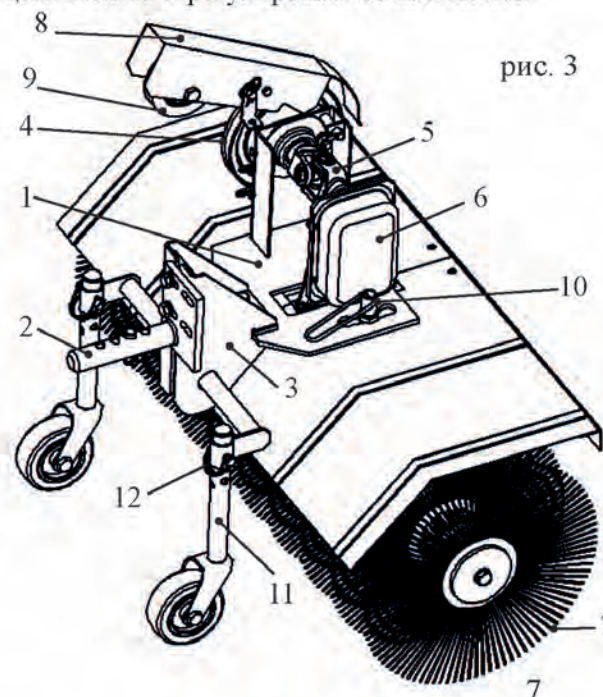

рис. 3
Общая компоновка щетки приведена на рис. 3. Основание (1) служит базой для установки и крепления к нему узлов и деталей щетки. Передача крутящего момента от вала отбора мощности мотоблока к щетке осуществляется клиноременной передачей. Далее вращение передается через карданный шарнир (5) на редуктор щетки (6). На выходном валу редуктора жестко установлены дисковые полипропиленовые щетки (7), являющиеся рабочим органом изделия. Щетка оборудована рычагом (8) включения/отключения сцепления клиноременной передачи с нажимным шкивом (9), с помощью которого производится включение и выключение щетки. Цепная передача оборудована натяжным роликом, с помощью которого в случае растяжения цепи можно отрегулировать ее натяжение.